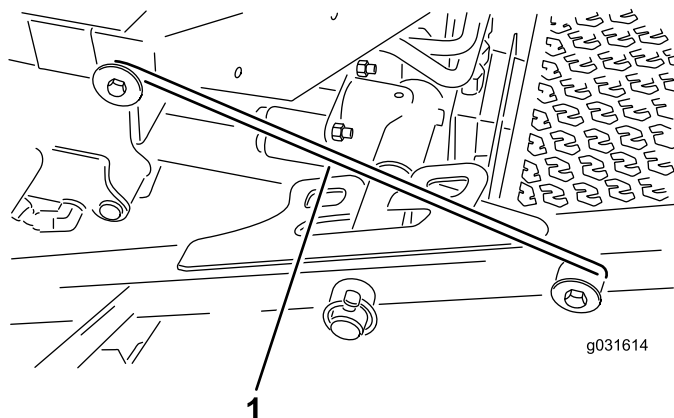

Figura 33
4. Liberte a barra do trinco do retentor do suporte da estrutura frontal (Figura 33).
5. Eleve a parte exterior das unidades de corte frontais e coloque o trinco sobre o pino da estrutura montado na parte da frente da plataforma do operador (Figura 33).